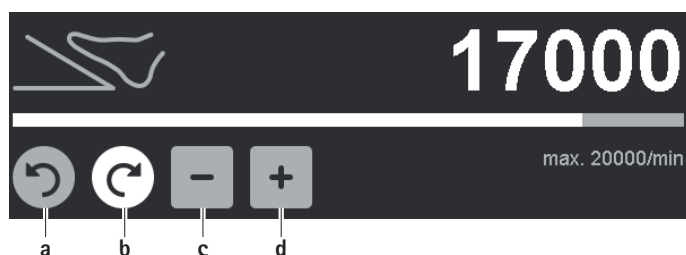

Fig. 6 Modification de la limite supérieure de la plage de vitesse de rotation/du sens de rotation
- Changer le sens de rotation (sauf pour la perceuse GA844): Actionner la touche du sens de rotation grise inactive: rotation à droite/rotation à gauche **a/b**, voir Fig. 6.